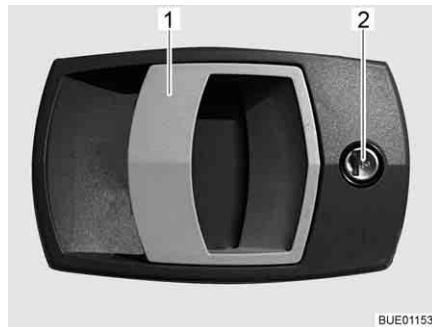

Fig. 41 Serrure de la porte cellule, à l'extérieur
- Insérer la clé dans le barillet (Fig. 41,2) et la tourner jusqu'à ce que la serrure de la porte soit déverrouillée.
- Tirer sur la poignée de la porte (Fig. 41,1). La porte est ouverte.
- Insérer la clé dans le barillet (Fig. 41,2) et la tourner jusqu'à ce que la serrure de la porte soit verrouillée.